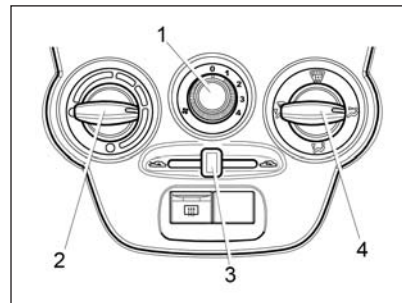
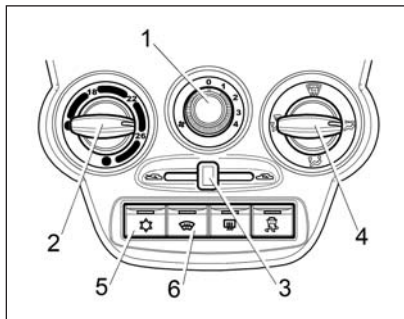

Рис. 37. Блок управления системой вентиляции и отопления
Рис. 39. Блок управления климатической системой (в варианном исполнении)
Отопительно-вентиляционная установка автомобиля предназначена для создания в салоне комфортной температуры воздуха, значение которой регулируется блоком управления системой вентиляции и отопления (рис. 37). Однако она не может обеспечить в салоне температуру ниже, чем имеет наружный воздух.
– **рукоятку 2** (см. рис. 37) повернуть по часовой стрелке в крайнее правое положение до упора (синяя точка на блоке управления), а **в вариантном исполнении рукоятку 2** (см. рис. 39) повернуть против часовой стрелки в крайнее левое положение до упора (синяя точка);
– **рукоятку 1** (см. рис. 37) переключателя режимов работы электровентилятора отопителя поставить на желаемую скорость подачи воздуха в салон;
– **рукоятку 2** (см. рис. 37) повернуть против часовой стрелки в крайнее левое положение до упора (красная точка на блоке управления), а **в вариантном исполнении рукоятку 2** (см. рис. 39) повернуть по часовой стрелке в крайнее правое положение до упора (красная точка);
– **рукоятку 2** (см. рис. 37) повернуть против часовой стрелки в крайнее левое положение до упора (красная точка на блоке управления), а **в варианном исполнении рукоятку 2** (см. рис. 39) повернуть по часовой стрелке в крайнее правое положение до упора (красная точка);
тор, установив **рукоятку 1** (рис. 39) в одно из положений 1, 2, 3 или 4.
Для установки желаемой температуры воздуха в салоне поверните **рукоятку 2** (см. рис. 39) по часовой стрелке для повышения, против часовой стрелки для понижения. Температура будет поддерживаться автоматически в пределах производительности климатической установки и установленного допуска.